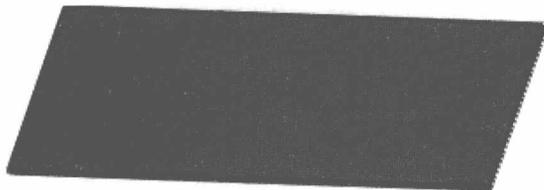

图 1-9 创建钣金基体
(3) 创建钣金基体。运用【NX 钣金】工具条中的【垫片】命令，用钣金基体草图创建如图 1-9 所示的钣金基体。